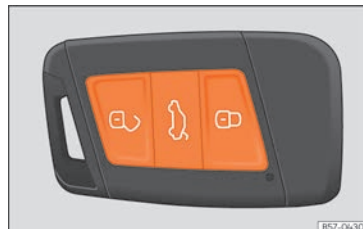

Abb. 78 Funkschlüssel: Tasten.
- Verriegeln: drücken Sie die Taste  **»» Abb. 78.**